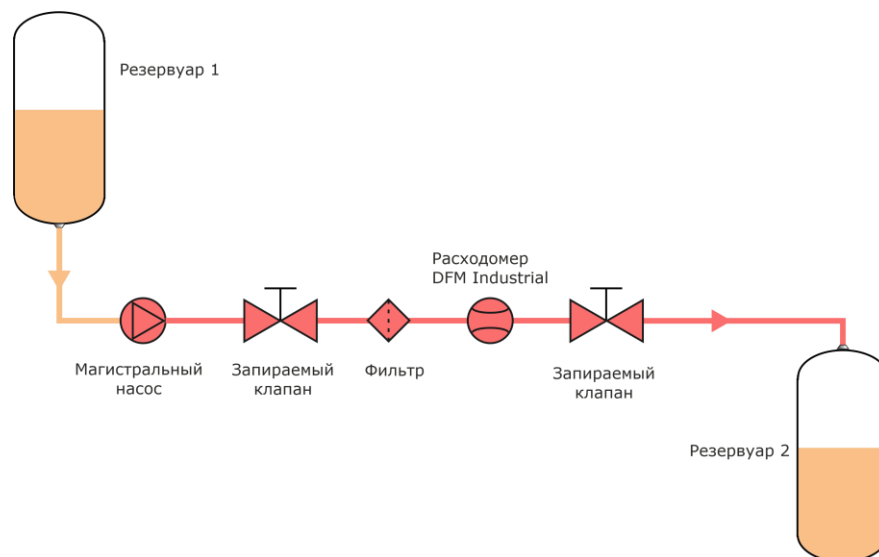

Рисунок 38 — Пример схемы контрольного пролива DFM Industrial
- 1) Измерьте точное значение объема жидкости, находящегося в резервуаре 1 на момент начала испытаний ($V_{исх}$) (см. рисунок 38).